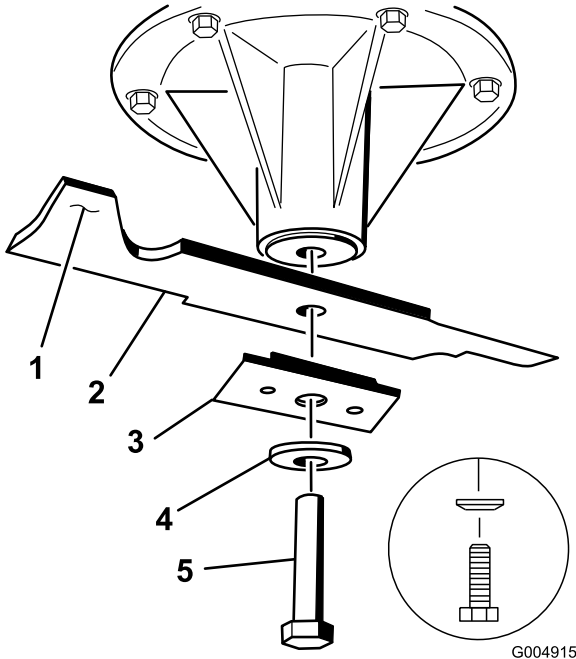

Figura 49
2. Retire o parafuso da lâmina, a anilha curva, endurecedor da lâmina e lâmina do eixo (Figura 49).
1. Instale a lâmina no eixo (Figura 49).
**Importante:** A parte curva da lâmina tem de apontar para cima para o interior do cortador para assegurar um corte adequado (Figura 49).
2. Instale a lâmina, endurecedor, anilha curva e parafuso da lâmina (Figura 49).